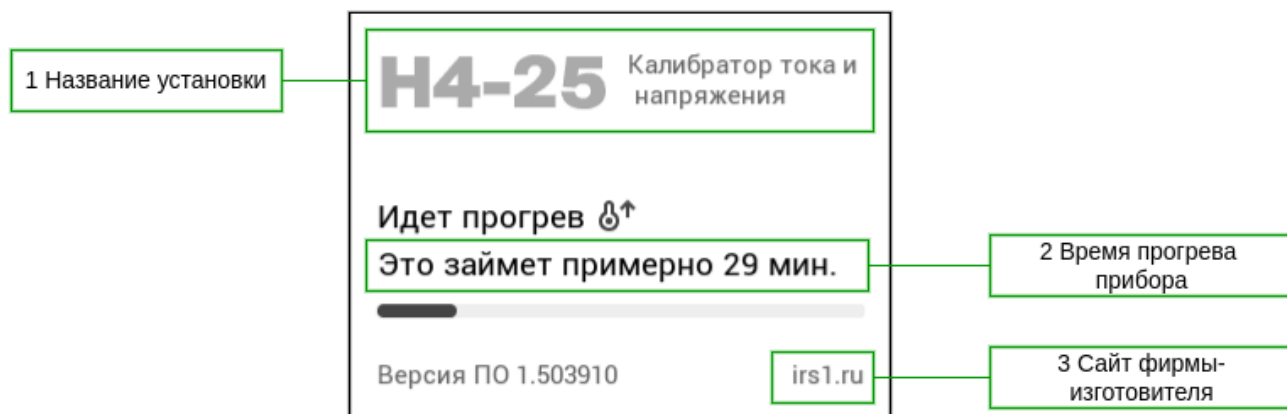

Рисунок 3 – Заставка при включении калибратора
2.6.1 При включении питания калибратора на дисплее отобразится заставка (рисунок 3).